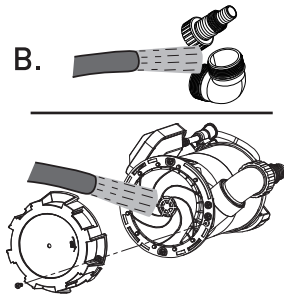

Abb. 14
- Spülen Sie das Reduzierstück (7) sowie die anderen Anschlüsse mit klarem Wasser ab (siehe Abb. 14).